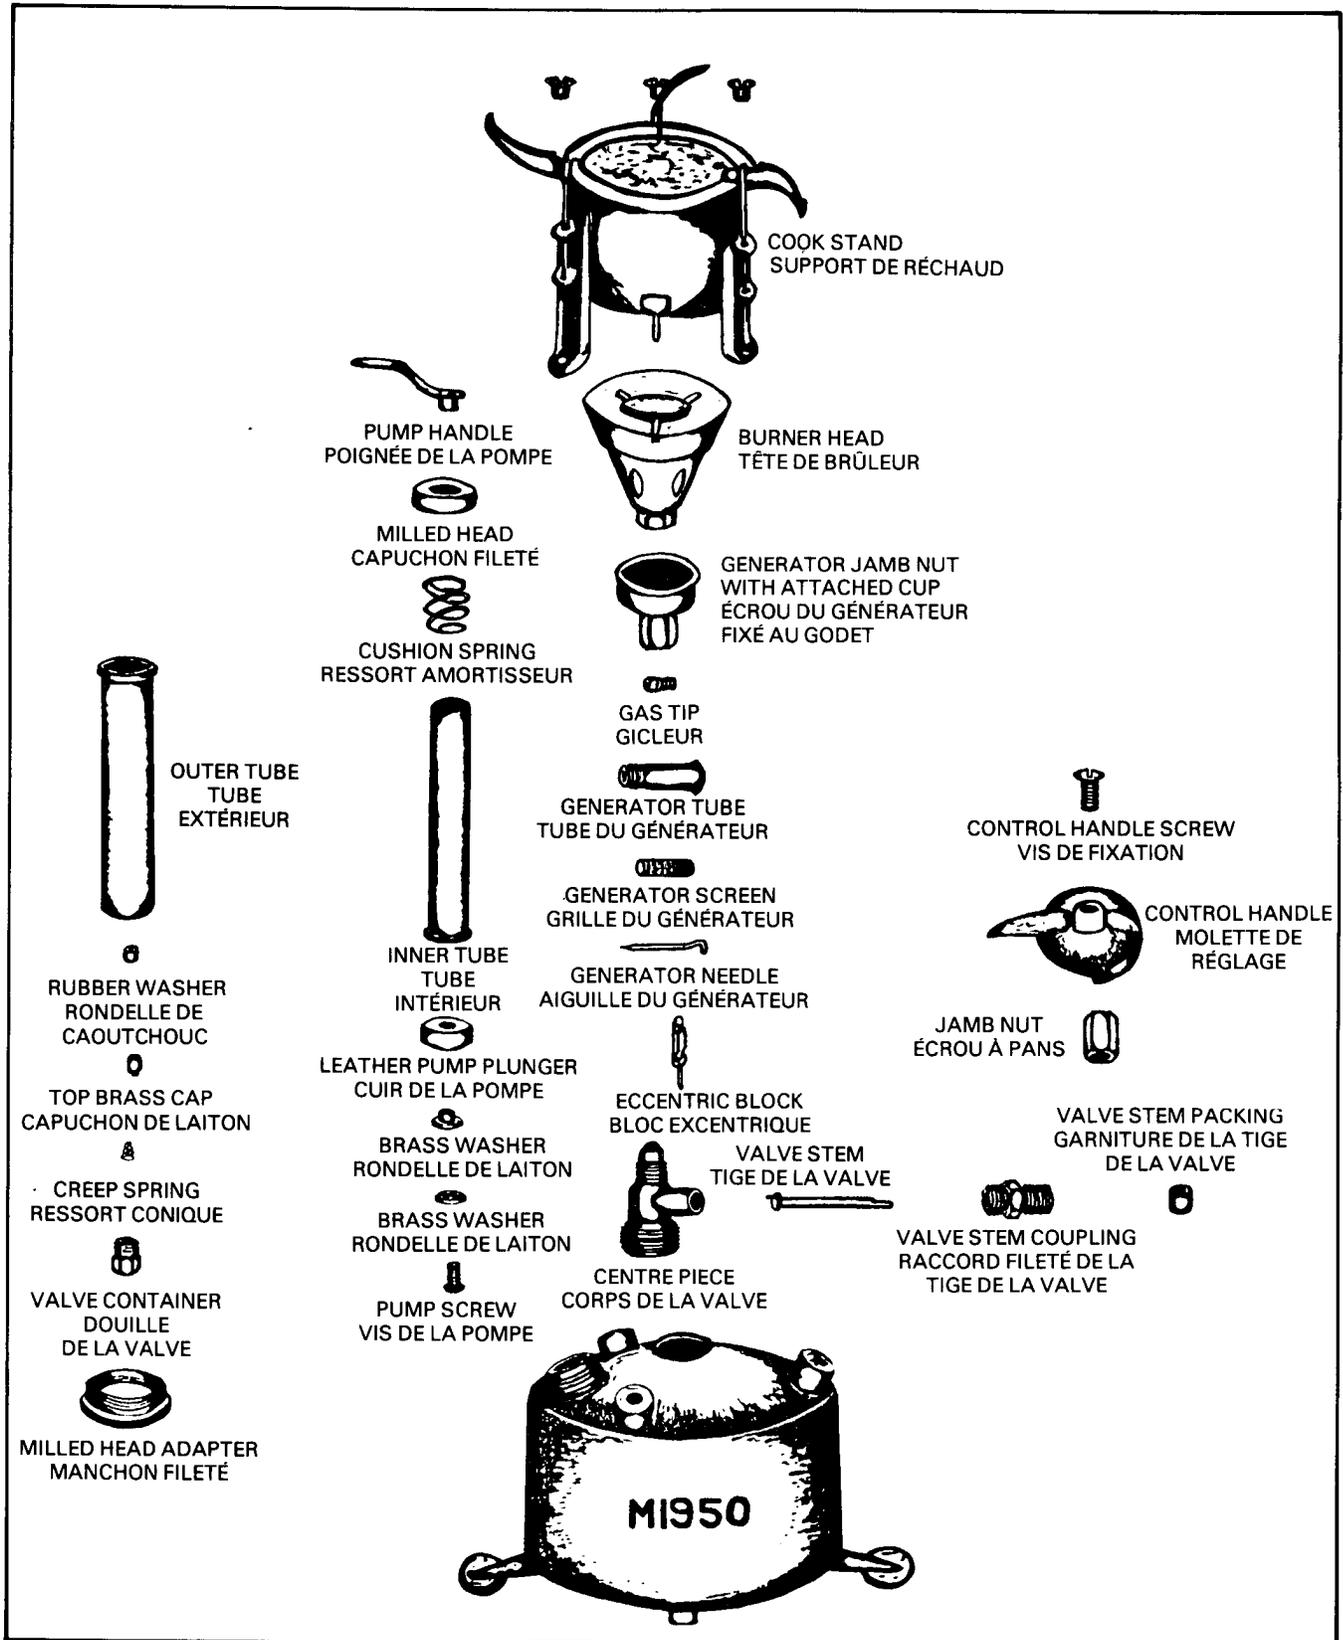

Figure 2-10 — Stove M1950
**Stripping and Assembling (See Figure 2-10 for stripped stove and list of parts)**
**Démontage et assemblage — (Voir le croquis du réchaud démonté et la liste des pièces à la figure 2-10.)**